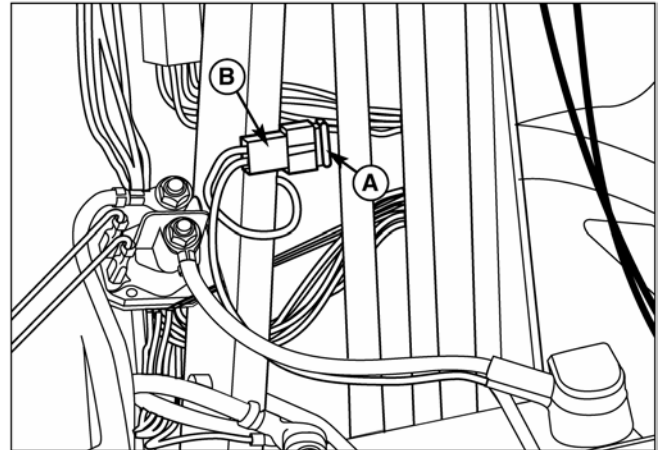

Рис. 25. Плавкий предохранитель
1. Откройте капот и найдите предохранитель (А, рис. 25) и его гнездо (В), закрепленные на рулевой колонке.
4. Удерживая гнездо предохранителя (В, рис. 25), вставьте новый предохранитель (А) до упора.